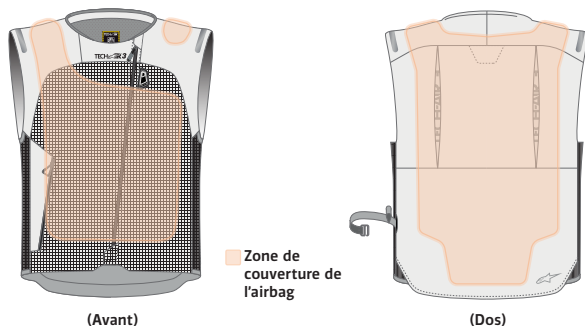

Figure 2 Zone de couverture de l'airbag
Le système fournit une protection contre les impacts, sur les zones indiquées dans la figure 2, à l'utilisateur (en tant que conducteur ou passager) portant le système en cas d'accident ou d'autre élément déclencheur. Veuillez noter que cette protection possède certaines limites qui sont indiquées plus loin dans ce manuel utilisateur (voir Section 3.2 et Section 4 « Limites d'utilisation »).
**AVERTISSEMENT ! Le système n'offre qu'une protection limitée contre les chocs qu'à l'encontre des forces en jeu dans les zones de couverture des airbags, comme illustré à la Figure 2. Il n'existe aucune garantie que le système prévienne les blessures (y compris les blessures graves ou mortelles) à l'intérieur et/ou à l'extérieur des zones de couverture de l'airbag ou de l'enveloppe de protection.**